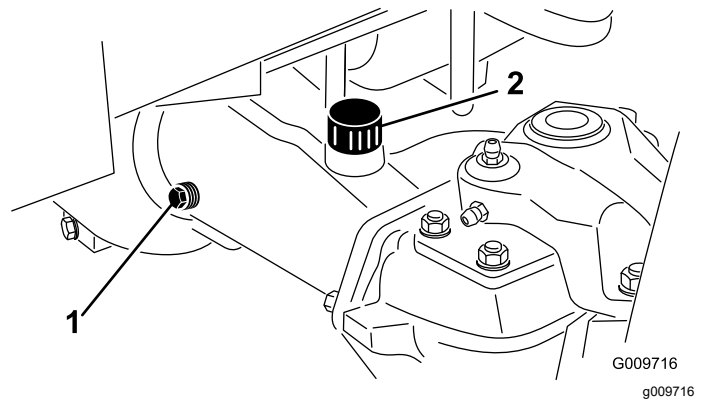

Bild 105
2. Entfernen Sie eine Prüfschraube aus einem Ende der Achse und stellen sicher, dass das Öl die Unterseite des Lochs erreicht (**Bild 105**).